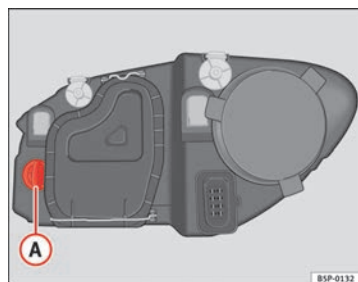

Abb. 180 Glühlampe für Blinker
- Die Fassung ⇒ Abb. 180 **A** nach links drehen und ziehen.